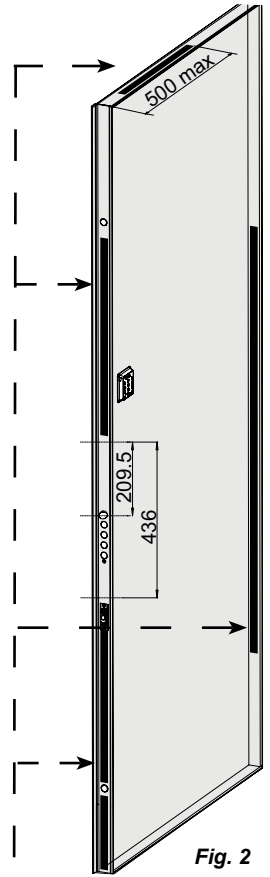

Fig. 2
- 2) Il porta batterie può essere fissato sia sul frontale della porta che sulla parte superiore come indicato, o sul lato cerniere previa verifica che l'angolo di apertura della porta sia sufficiente per permettere l'operazione di estrazione. Fig.2.
- 2) The battery holder can be installed on either the edge of the door or at the top as shown, or on the hinge side after checking that the opening angle of the door is wide enough to allow it to be removed Fig. 2.
- 2) El portabaterías se puede fijar en la parte frontal o superior de la puerta (en la forma indicada), o en el lado de las bisagras, después de verificar que el ángulo de apertura de la puerta sea suficiente para permitir la extracción (Fig. 2).